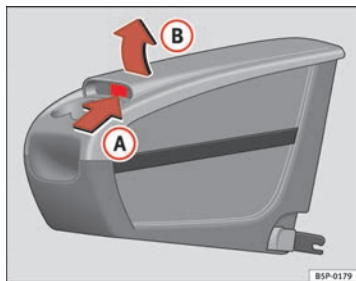

Abb. 114 Zusätzliche Ablage. Öffnen
- Die Klappe **B** im Bereich **A** ⇒ Abb. 114 anheben.